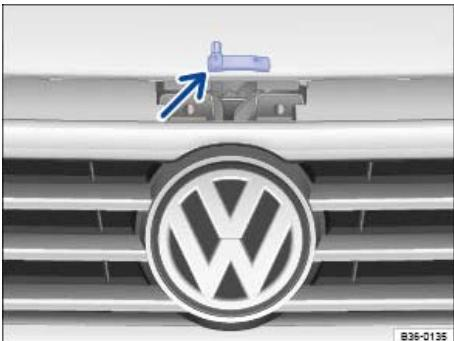

Abb. 259 Über dem Kühlergrill: Öffnungshebel für die Motorraumklappe.
- Motorraumklappe am Öffnungshebel anheben ⇒ Abb. 259 (Pfeil) und ganz öffnen. Die Motorraumklappe wird durch die Gasdruckfeder gehalten.